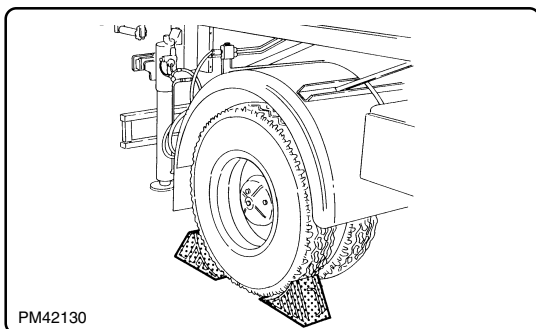

fig. 6.7.1
- 1 Bloccare il veicolo nella posizione più conveniente con il freno di stazionamento e mettere le calzatoie sotto le ruote motrici (fig. 6.7.1).
- 1 Lock the vehicle in the most convenient position with the parking brake and place the wedges under the driving wheels (fig. 6.7.1).